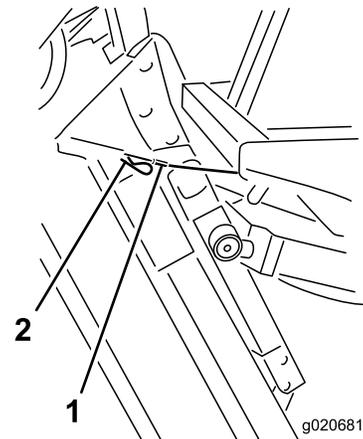

Figure 71
9. Tout en maintenant le plateau à la verticale, placez l'extrémité du câble sur l'axe du bras de levage et fixez-le en position à l'aide de la goupille fendue (Figure 71).